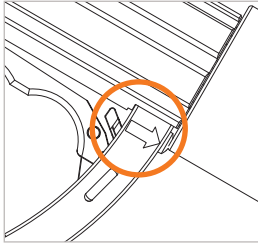

Abbildung 12
- ▶ Ziehen Sie den Verriegelungshebel (Pos. 5) in Pfeilrichtung zurück (*Abbildung 12*), um den Verriegelungsmechanismus zu lösen und den Betätigungshebel in die OFF-Stellung zu bringen.